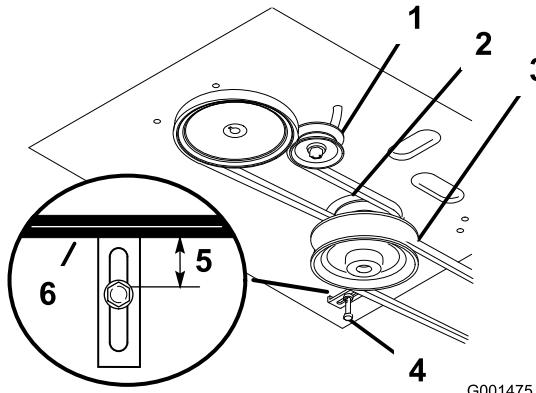

Figura 33
4. Retire la correa del cortacésped (Figura 33).
5. Afloje el perno de pivotaje lo suficiente para poder desplazar la polea tensora dentro de la ranura, y retire la correa de tracción de las poleas del motor y de la transmisión (Figura 33).
6. Instale la correa nueva alrededor de las poleas del motor y de la transmisión (Figura 33).
7. Desplace la polea tensora respecto al bastidor del motor para tensar la correa de tracción (Figura 33).
8. Instale la correa del cortacésped (Figura 33).
9. Compruebe que la guía de la correa, situada debajo del bastidor del motor, está ajustada correctamente (Figura 33).
13. Compruebe que la guía de la correa, situada debajo del bastidor del motor, está ajustada correctamente (Figura 33).